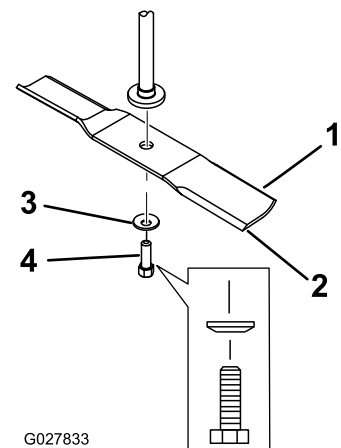

Figure 48
Tenez la lame par son extrémité avec un chiffon ou un gant épais. Enlevez de l'axe, le boulon, la rondelle bombée et la lame (Figure 48).
1. Placez la lame sur l'axe (Figure 48).
- Montez la rondelle bombée (face concave vers la lame) et le boulon de lame (Figure 48).